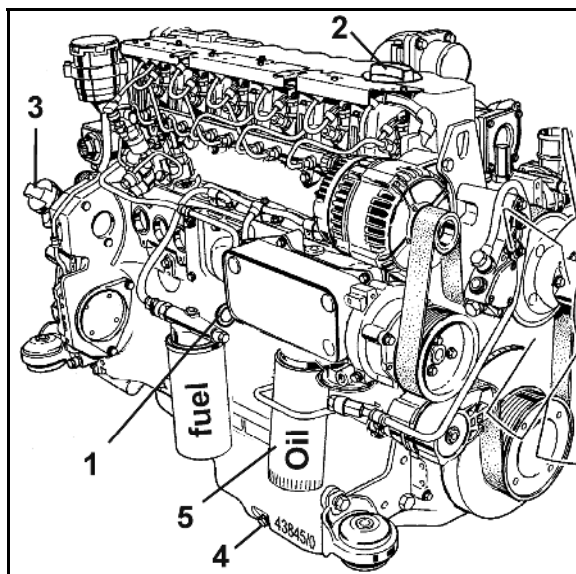

Рис. 143
2. Извлеките щуп (Рис. 143/1) и очистите его чистой тканью.
4. При необходимости следует долить предписанное масло в заправочное отверстие (Рис. 143/2,3).
5. Вывинтите резьбовую пробку маслосливного отверстия (Рис. 143/4).